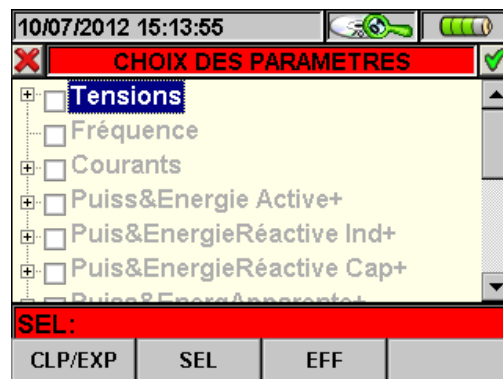

Fig. 119 : Sélection Paramètres
1. Appuyer sur **F1** (ou **PARAM** à l'écran) pour accéder à la page des paramètres sélectionnables (Fig. 119).
- La touche **F1** (ou **PARAM** à l'écran) pour accéder à la page des paramètres sélectionnables (Fig. 119).